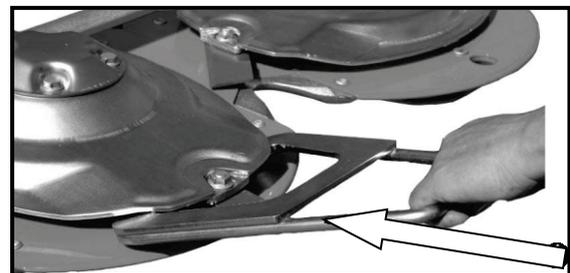

Fig. 120 Utilizar la llave de cuchillas
- ➔ Coloque la llave de cuchillas (Fig. 120).